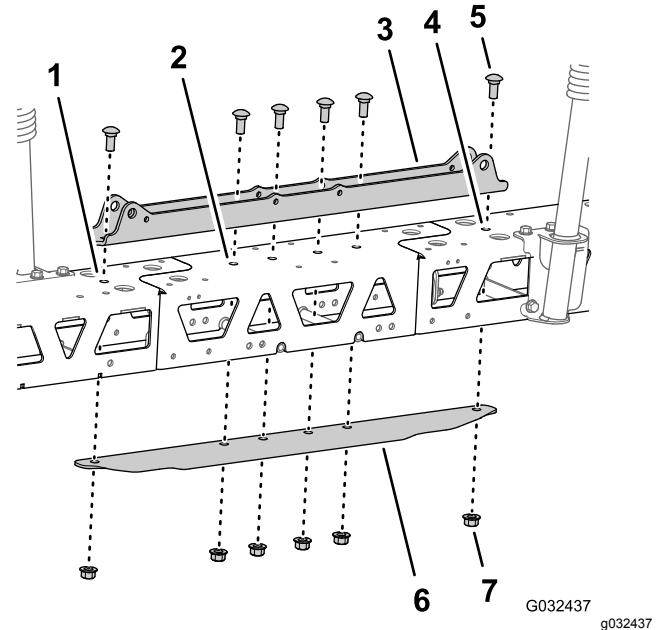

図 55
5. シリンダマウントの穴を、トラスフレームのセンターラインの穴とセンターブームエクステンションの穴に合わせる 図 55。
6. タイプレートを、トラスフレームとセンターブームエクステンションの中に入れ、タイプレートの穴を、トラスフレームのセンターラインの穴とセンターブームエクステンションの穴に合わせる 図 55。
7. シリンダマウント、トラス、センターブームエクステンション、タイプレートの組み付けを行うステップ2 センターブームのトラスを取り外す (ページ 27) で外したキャリッジボルト $\frac{1}{2} \times 1\frac{1}{4}$ " 2本とフランジロックナット $\frac{1}{2}$ " 2個と、ジョイントプレキシステム仕上げキットに入っているキャリッジボルト $\frac{1}{2} \times 1\frac{1}{4}$ " 4本とフランジロックナット ($\frac{1}{2}$ ") 4個を使用する 図 55。